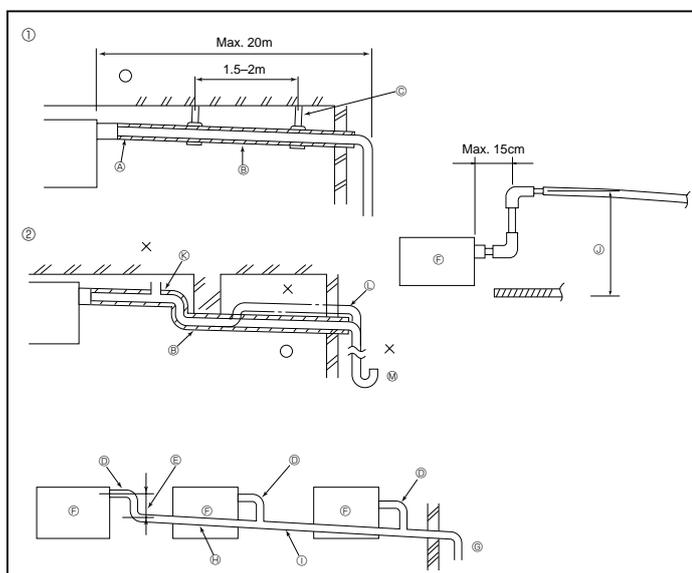

Fig. 3-4
3.4. Verrohrung der Drainage (Fig. 3-4)
- ① Richtige Verrohrung
- ② Falsche Verrohrung